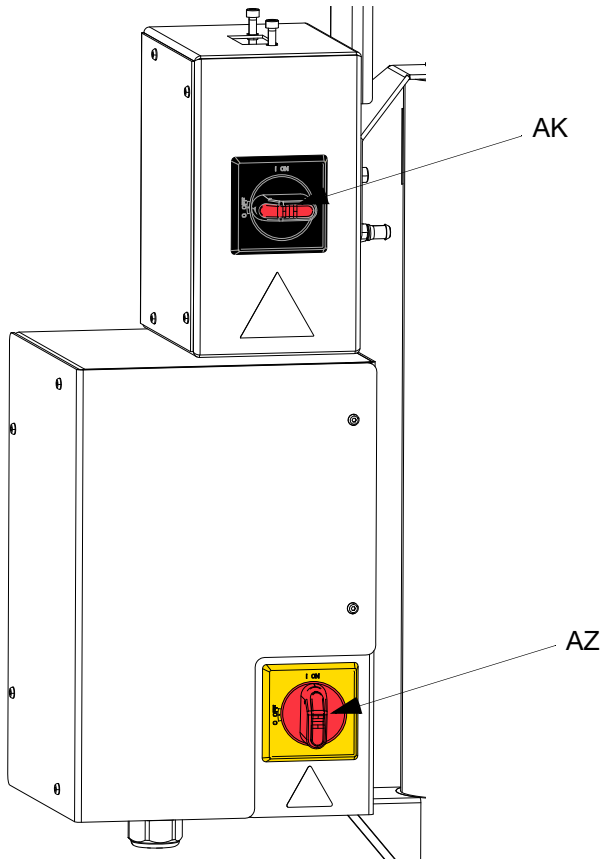
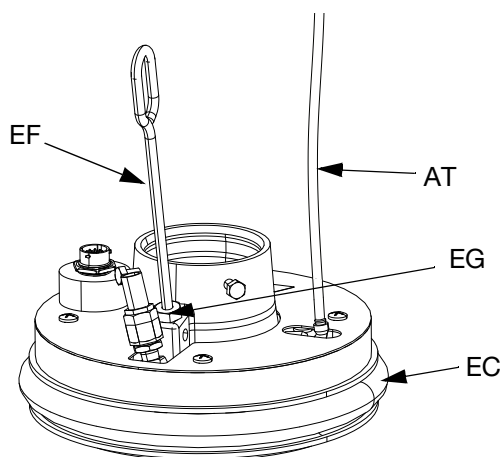

FIG. 37. Disconnessione dell'alimentazione
FIG. 40
Se il piatto (AD) non fuoriesce facilmente dal secchio quando la pompa viene sollevata, il tubo a supporto pneumatico (AT) o la valvola di ritegno (416) potrebbe essere ostruito. Una valvola ostruita impedisce all'aria di raggiungere la parte inferiore della piastra per l'ausilio durante il sollevamento dal secchio. Vedere FIG. 40 a pagina 44.
1. Disconnettere l'alimentazione all'unità di comando elettrica (AB):
- a. Se si utilizza un sistema di alimentazione a pistone singolo a temperatura ambiente, impostare l'interruttore di disconnessione rosso (AZ) su OFF. Vedere FIG. 37.
- b. Se si utilizza un sistema di alimentazione a pistone singolo riscaldato, impostare l'interruttore nero (AK) della scatola di giunzione per l'alimentazione su OFF. Vedere FIG. 37.
- c. Se si utilizza un sistema di alimentazione a pistone in tandem a temperatura ambiente, portare su OFF l'interruttore rosso (AK) della scatola di giunzione per l'alimentazione solo sull'unità di alimentazione a pistone che richiede un cambio del fusto. Vedere FIG. 37.
- d. Se si utilizza un sistema di alimentazione a pistone in tandem riscaldato, portare su OFF l'interruttore di disconnessione nero (AZ) solo sull'unità di alimentazione a pistone che richiede un cambio del fusto. Vedere FIG. 37.